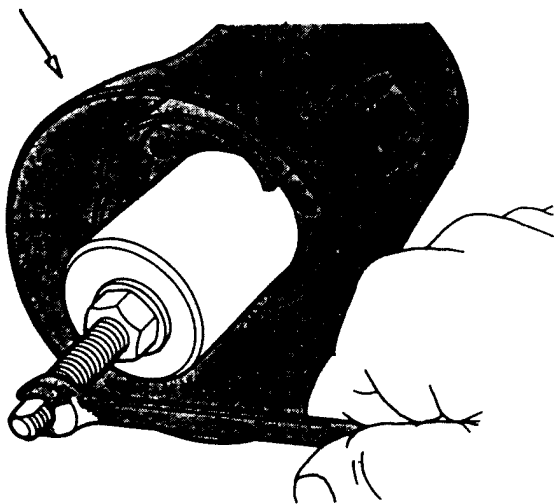

Bild 16 - Abblendschalter
- (35) Setzen Sie, um den Abblendschalter zu installieren, die Stößelstange fest in den Schalter. Komprimieren Sie den Schalter, bis zwei 0,093-Inch-Bohrerschafte in die Ausrichtungslöcher eingesetzt werden können. Positionieren Sie das obere Ende der Stößelstange in die Tasche des Wisch-Wasch-Schalters. Dies kann durch Fühlen oder, falls notwendig, indem man die untere Säulen-Abdeckung entfernt, geschehen. Installieren Sie mit einem leichten Druck nach oben auf den Schalter die zwei Schrauben. Entfernen Sie die Bohrer. Der Schalter sollte "klicken", wenn der Hebel gehoben wird; und er sollte wieder "klicken", wenn der Hebel zurückkehrt, bevor er seinen Stopp in der unteren Position erreicht (Bild 16).
- (36) Installieren Sie den Kabelschutz über die Kabel auf der Säulen-Verkleidung. Achten Sie darauf, keine Kabel einzuklemmen.
- (37) Entfernen Sie die Säule vom Schraubstock.
- (38) Positionieren Sie die untere Halter-Baugruppe auf die Lenksäule. Installieren Sie die beiden Schrauben und ziehen Sie sie mit 1,2 kp an.
- (39) Richten Sie die Hauptkerben aus und installieren Sie die Kupplungs-Baugruppe auf die Lenkwelle. Stützen Sie die Kupplung unter dem Gelenk und treiben Sie den Halte-Rollstift herein.